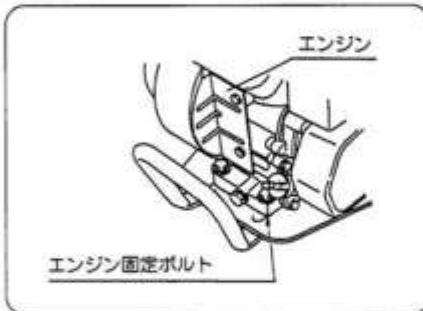

図31
- 調節ボルトにおいて調整不可の際はエンジン固定ボルト(4本)を緩め、エンジンを前方に移動させてベルトの張り具合を調整します。(図31)